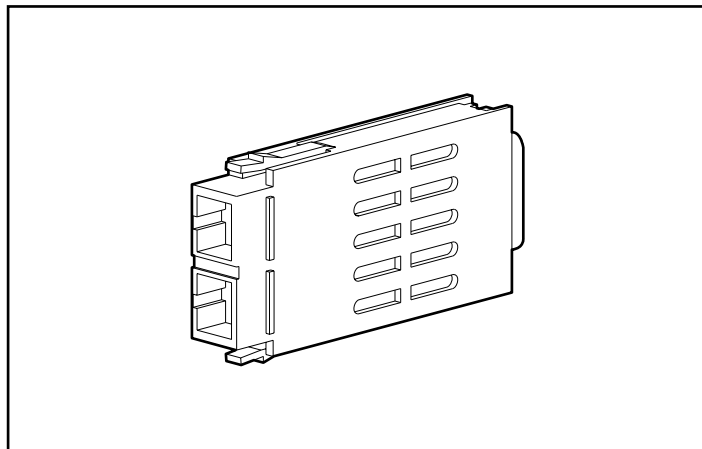

図2-15. ギガビット インタフェース コンバータ (GBIC) モジュール
- すべてのケーブルをラックの左側にあるケーブル用の溝に通してください。図2-15を参照してください。